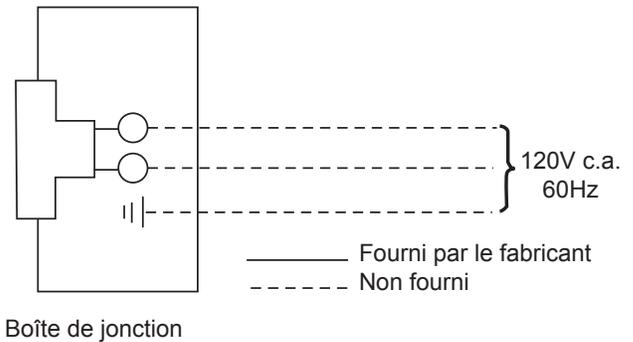

Figure 50 -
3. Le couvercle de la boîte de jonction est muni d'un réducteur de tension de type « romex » installé en usine. Une fois les câbles branchés, acheminez les conducteurs à travers ce réducteur de tension. Reportez-vous au schéma de câblage à la Figure 50.